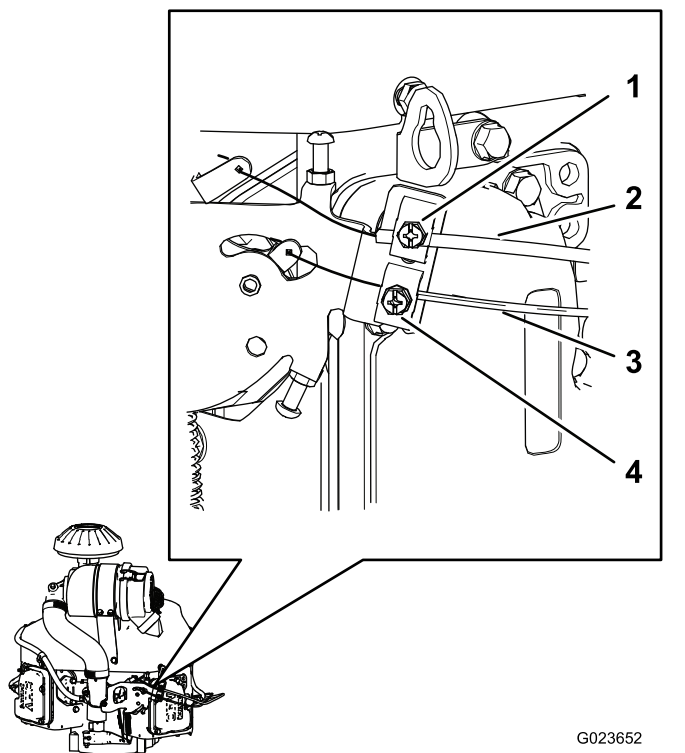

图65
2. 松开将油门拉线外壳固定到发动机上的夹紧螺丝 图 65。
4. 向上拉油门拉线的外壳 图65 直至油门拉线几乎完全绷紧然后旋紧夹紧螺丝。
2. 松开将阻风门拉线外壳固定到发动机上的夹紧螺丝 (图65)。
5. 向上拉阻风门拉线的外壳 (图65)、直至阻风门拉线几乎完全绷紧、然后旋紧夹紧螺丝。